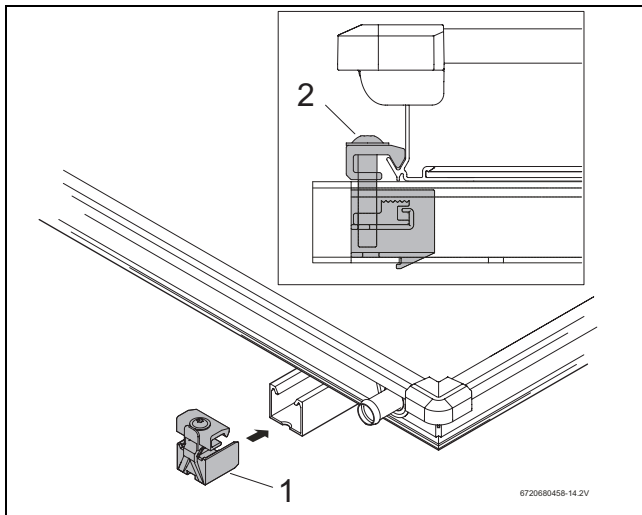

Fig. 44 Tensor unilateral del captador a la izquierda
- ▶ Deslice el tensor unilateral del captador (Fig. 44, [1]) en el perfil guía superior e inferior.
- ▶ Deslice el tensor unilateral del captador hasta el marco del captador y atorníllelo con una llave de tamaño 5 (Fig. 44, [2]).